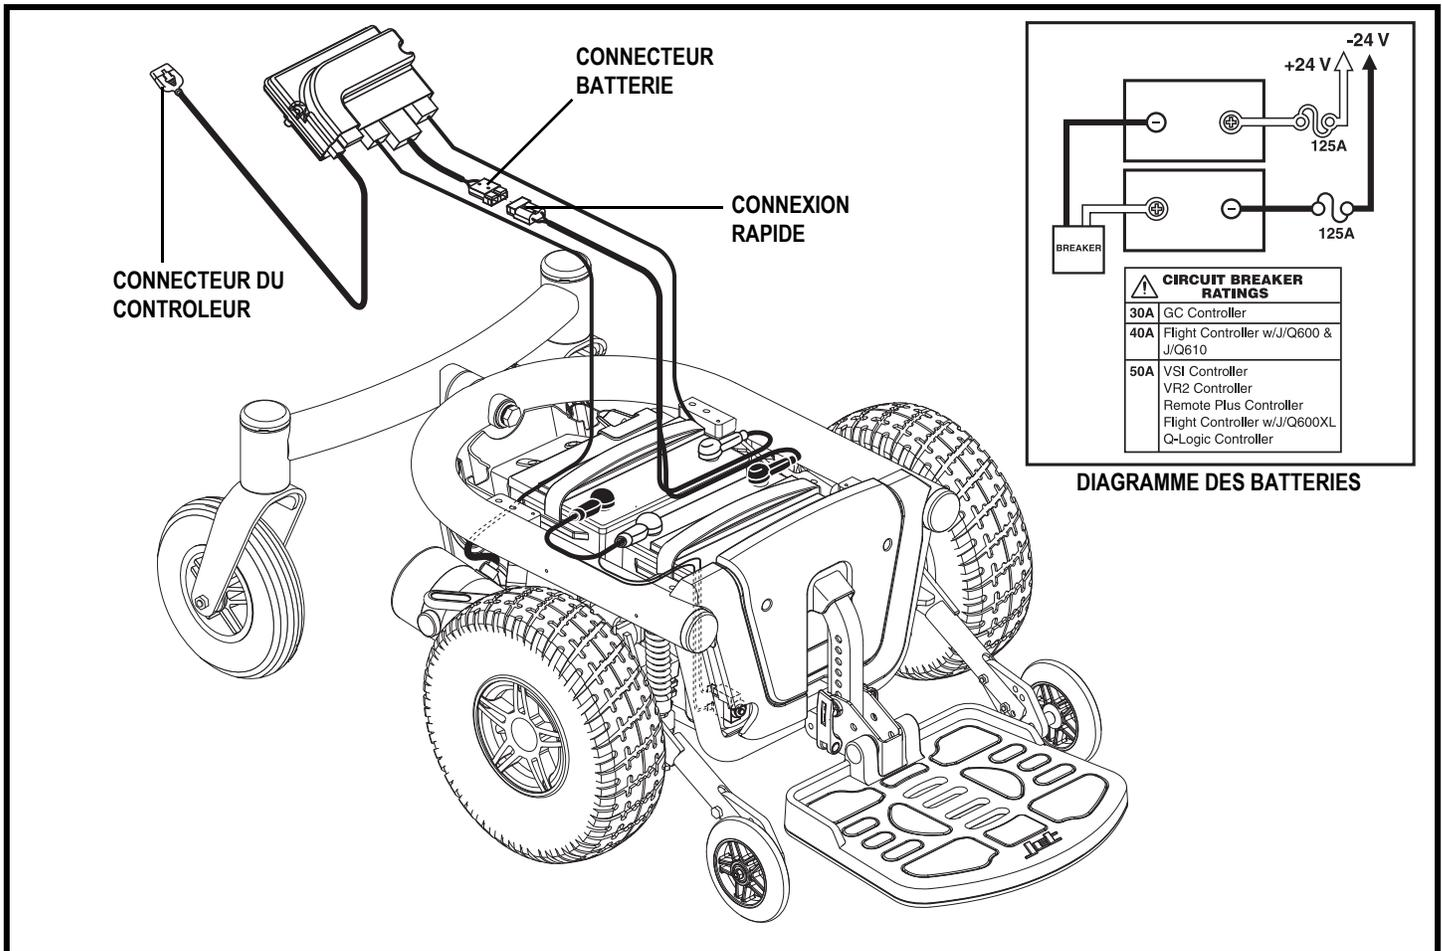

Figure 28. Branchements des batteries
5. Débranchez le connecteur à batteries. **Voir la figure 28.**
16. Rebranchez le câble de la batterie arrière. **Voir la figure 28.**
19. Rebranchez la batterie avant avec son câble. **Voir la figure 28.**